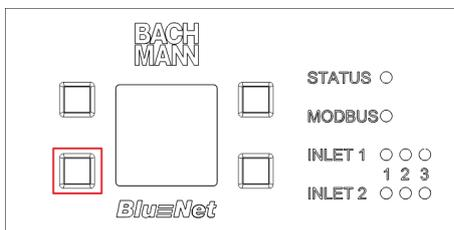

Fig. 84: Pantalla con botones de mando
**2.** Pulse durante dos segundos el botón situado en la parte inferior izquierda y vuelva a soltarlo (Fig. 84/marcado en rojo).